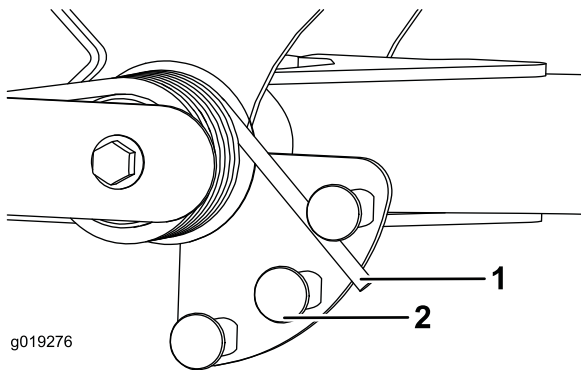

Figura 31
2. Insira um tubo ou objeto semelhante na extremidade da mola comprida e incline-a em redor do atuador da mola para a posição desejada (Figura 31).